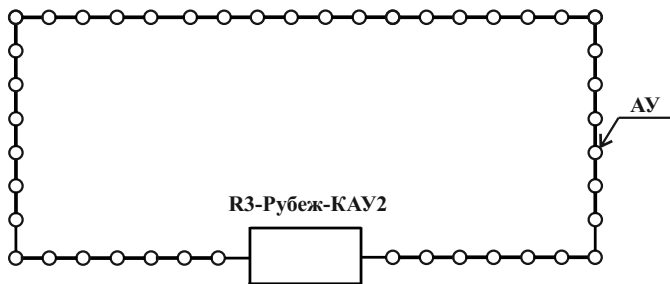

Рисунок 3
- Оптимальная физическая топология АЛС – кольцо (рисунок 3).